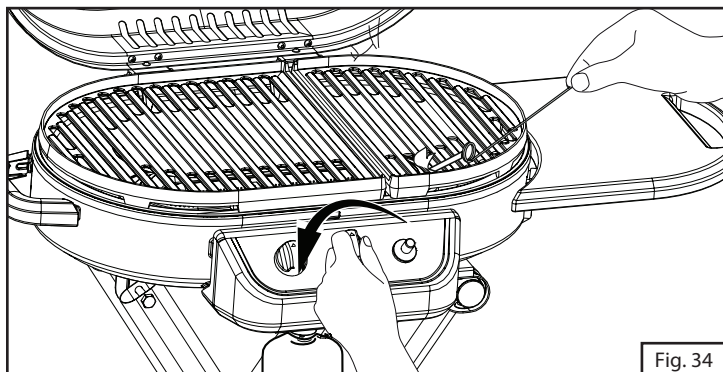

Fig. 34
1. Frottez et placez une longue allumette en bois enflammée (vous pourriez aussi employer la rallonge ou encore un allumeur à butane pour barbecues) dans les interstices des grilles, à proximité des trous du brûleur. (Fig. 34)